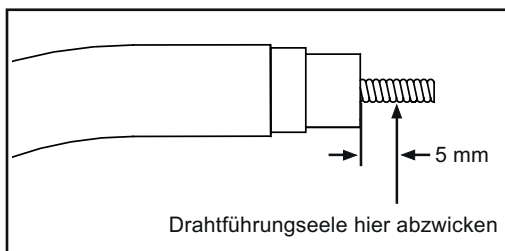

Abb.3
- 5 Seele am Pistolenkörperende mit einer Zugabe von 5 mm abwickeln (Abb. 3). Innendurchmesser nicht verkleinern!